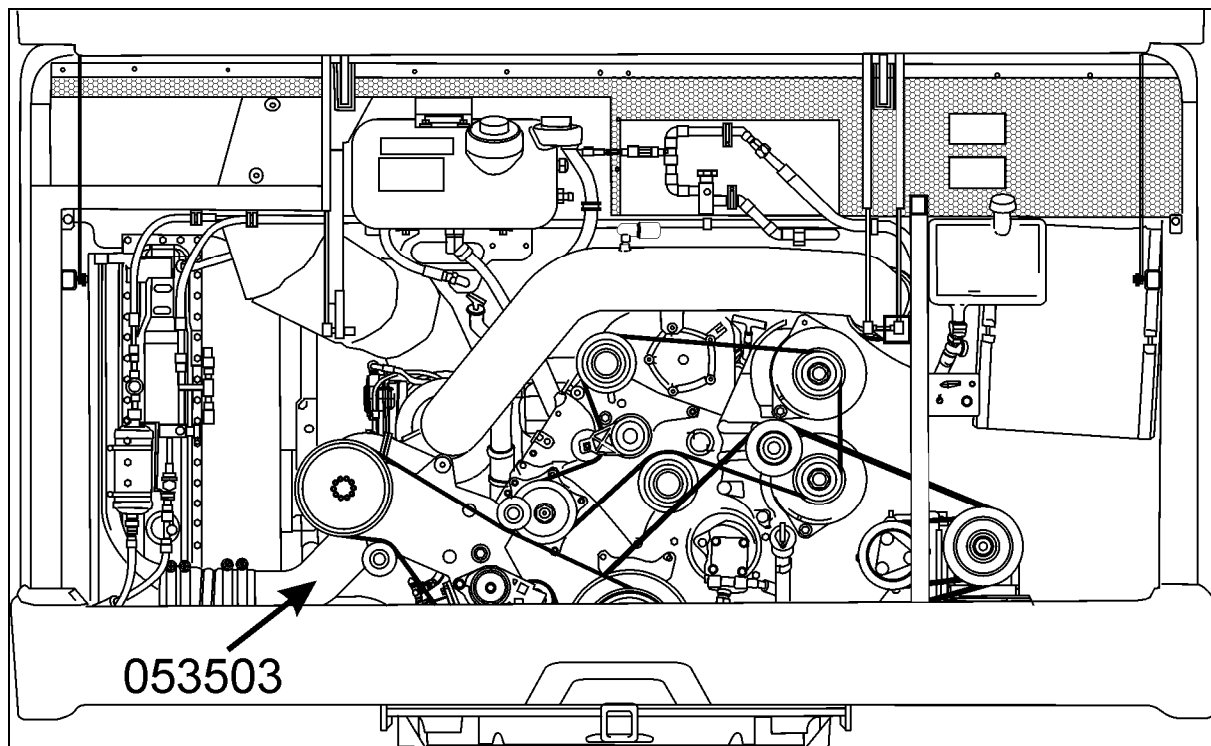

FIGURE 1 : COMPARTIMENT MOTEUR
3. Localiser le tuyau de raccordement puis desserrer les colliers de serrage à couple constant (Voir les figures 1 et 2).